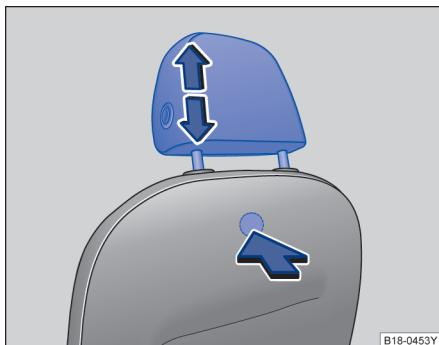

图 64 拆卸和安装前排头枕
- 按压座椅背部隐藏于座椅套内的按钮 → 图 64，将头枕完全拔出。